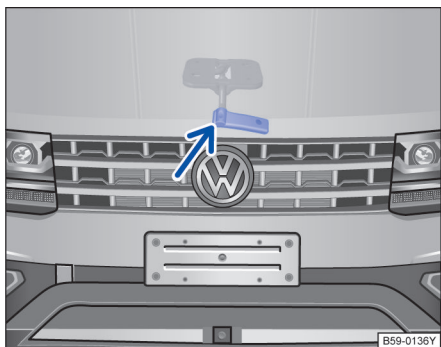

图 255 散热器格栅上方用于打开发动机舱盖的分离杆
- 沿箭头上提开启拉手，抬起发动机舱盖并将其打开→图 255→▲